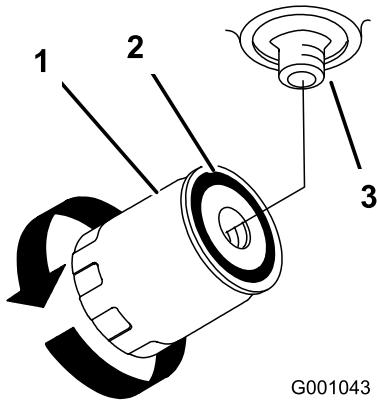

Figura 60
4. Localice el filtro debajo de la base del motor, y coloque un recipiente debajo del filtro (Figura 60).
5. Retire el filtro usado y límpie con un paño la superficie de la junta del adaptador del filtro (Figura 60).
9. Cuando el filtro hidráulico esté lleno, gire el filtro en el sentido de las agujas del reloj hasta que la junta de goma entre en contacto con el adaptador del filtro, luego apriete el filtro 1/2 vuelta más (Figura 60).